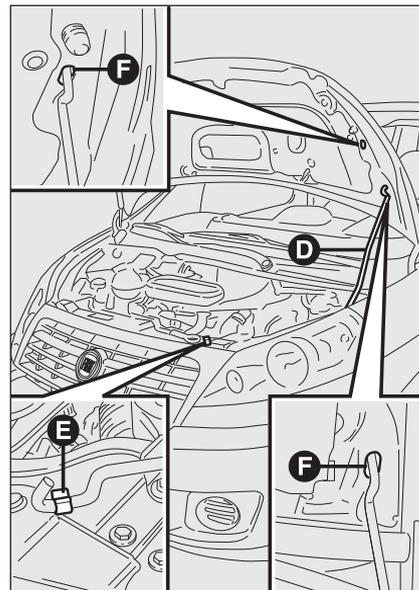

рис. 107
– поднимите капот и одновременно высвободите опорную стойку **D-рис. 107** из блокирующего устройства **E**;
– установите конец стойки **D** в один из двух стопорных пазов **F-рис. 107** капота двигателя.